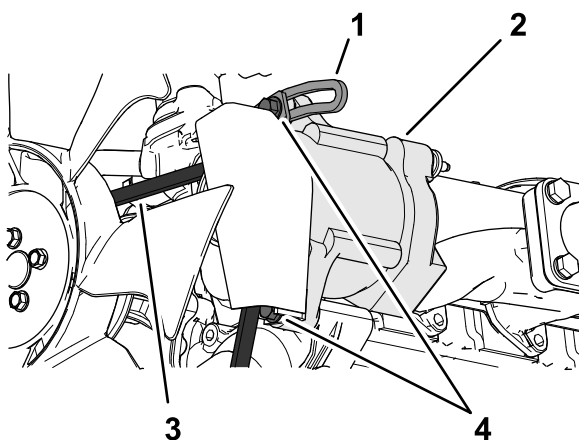

Figure 97
3. Desserrez le boulon au point de pivot de l'alternateur; desserrez le boulon qui fixe l'alternateur au renfort fendu (Figure 97).